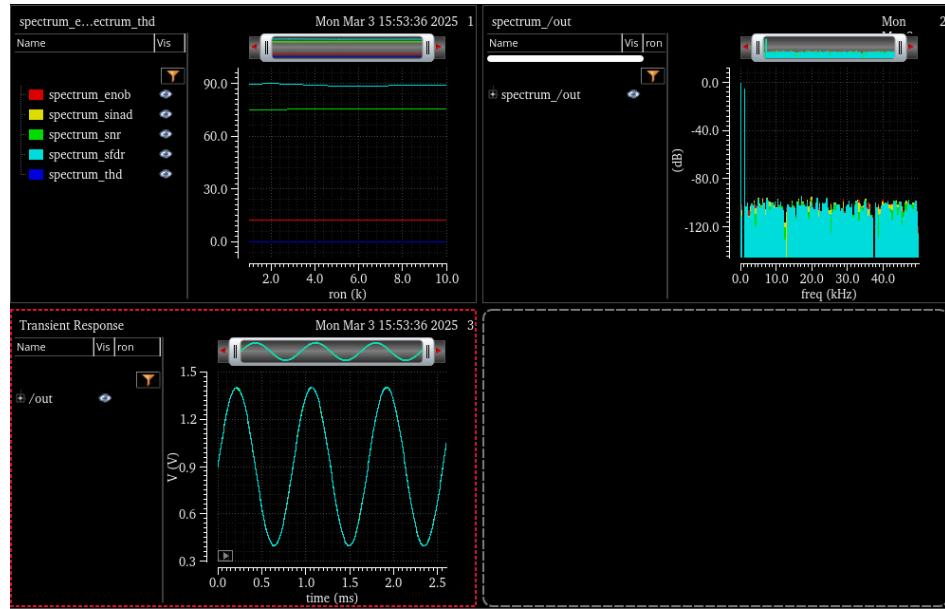

图 61 参数扫描仿真结果
3. 仿真完成后，如图 61 所示的仿真结果窗口将会弹出，同时 ADE Explorer 的仿真结果区变为如图 62 所示。
可以看到，图 61 中的曲线非常多且乱，图 62 中的表格也比较复杂。